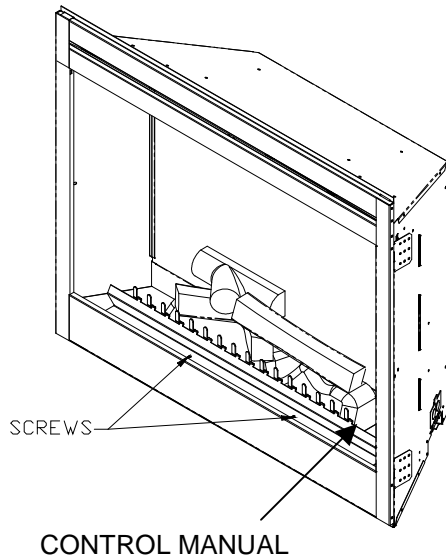

FIGURA 4
3. Empuje hacia adelante el borde de plástico de la cama de troncos o parilla de plástico levante y hacia adelante hasta que la lengüeta trasera se libere de la saliente localizada en la parte inferior del espejo. (FIGURA 4)